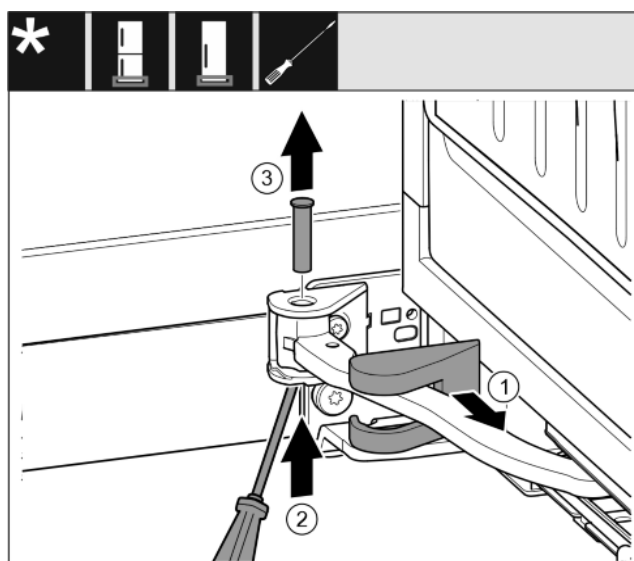

Fig. 12
- Húzza le a csapágybak fedelét, és tolja el a csukló mentén. Fig. 12 (1)
- Emelje meg alulról a csapszeget az ujjával vagy egy csavarhúzóval. Fig. 12 (2)
- Tegye a csavarhúzót a csapszeg feje alá, és húzza ki vele. Fig. 12 (3)